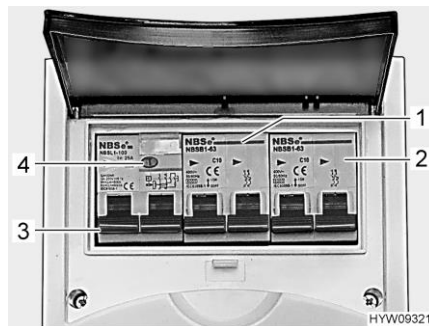

Bild 165 Ledningsskyddsbrytare och FI-brytare (230 V-säkringslåda)
En jordfelsbrytare (FI-brytare) (Bild 165,3) i säkringslådan skyddar hela fordonet mot läckström (0,03 A).
Den efterkopplade ledningsskyddsbrytaren (10 A) (Bild 165,1) skyddar 230 V-uttagen, el-blocket, den extra laddaren och kylskåpet.
På fordon med extrautrustning t. ex. takklimatanläggning skyddas apparaten av en extra ledningsskyddsbrytare (16 A) (Bild 165,2).
- När fordonet är anslutet till 230 V-försörjningen: Tryck på kontrollknappen (Bild 165,4). Jordfelsbrytaren (FI) måste lösa ut.